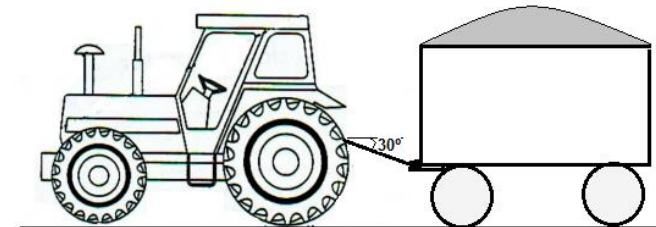

Figura 2
- b) Suponiendo ahora que existe la posibilidad de vincular la barra de tiro del acoplado a una segunda boca de enganche del tractor ubicada más arriba (figura 2) formando la F un ángulo de 30° respecto de la horizontal. ¿Cuál será el valor de la fuerza límite (F) que podrá desarrollar el tractor en esta condición? Considerar el tractor sin lastres. Rta: 4720 kg.
c) Suponiendo que la única posibilidad de vincular el acoplado al tractor es la de la figura 2 y quisiéramos realizar una fuerza T de la intensidad del inciso a. ¿Cuál será el PL que se debe agregar sobre el eje delantero para evitar el vuelco anteroposterior? Rta: 1884 kg